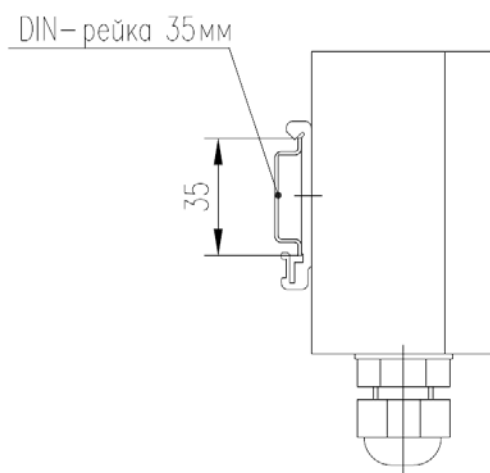

Рис. 11. Монтаж блока питания на DIN-рейку.
2.2.8.2 Установите блок питания используя крепление на DIN-рейку (см. рис. 11).